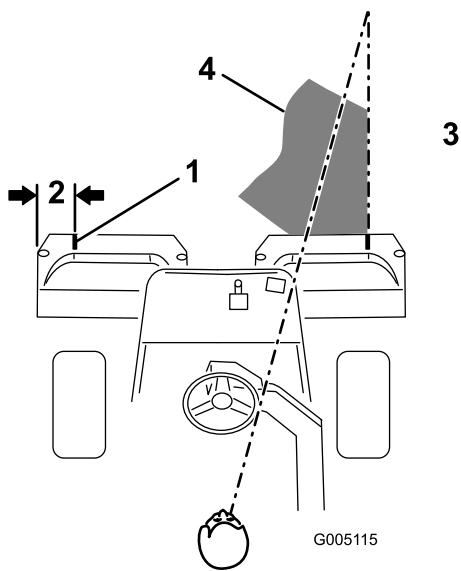
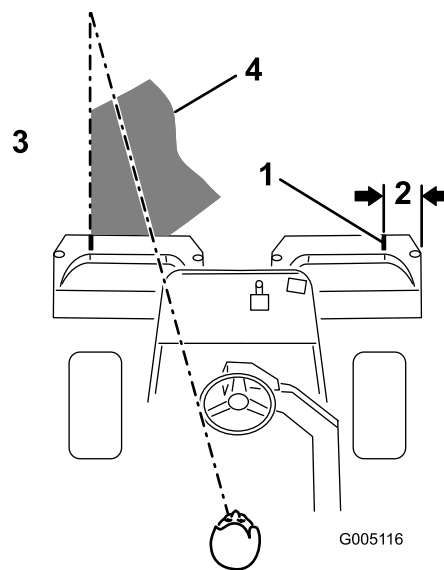

Figure 30
Figure 31
2. Placez une bande de papier blanc ou un trait de peinture sur chaque bac parallèlement à son bord extérieur (Figure 30).
3. Minimisez le chevauchement de la passe précédente lors de la passe de retour. Pour vous aider à conserver une ligne droite en travers du green et à maintenir la machine à égale distance du bord de la passe précédente, établissez une ligne de vision imaginaire en environ 1,8 à 3 m en avant de la machine jusqu'au bord de la partie non coupée du green (Figure 30 et Figure 31). Certaines personnes trouvent utile de faire passer la ligne de vision par le bord extérieur du volant, c.-à-d. de maintenir le bord du volant aligné avec un point se trouvant toujours à la même distance par rapport à l'avant de la machine (Figure 30 et Figure 31).